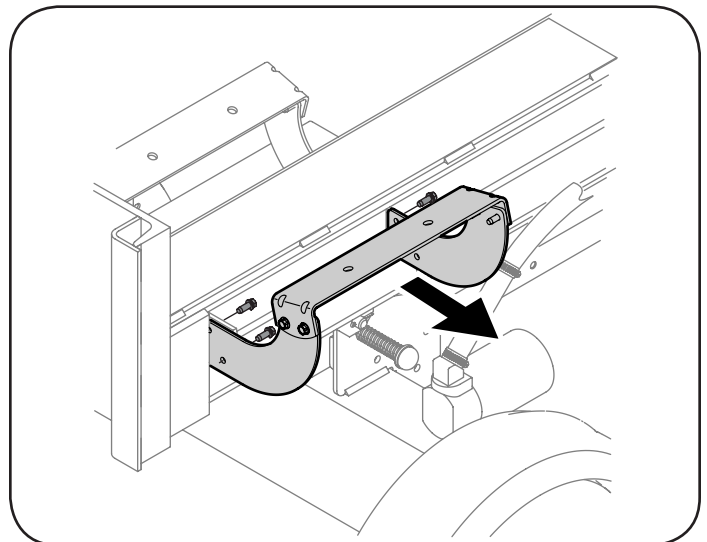

Figura 3-5
- Levantarse y correr el cilindro hasta el tope de la viga y dentro de los soportes soldados. Ver la Figura 3-5.